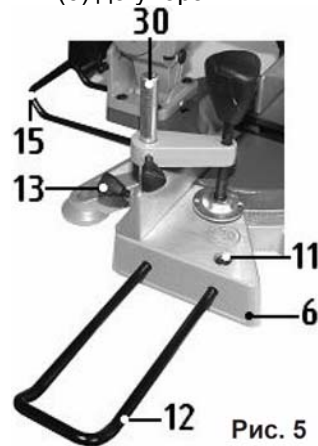

Рис. 5
8.4. Установка удлинителей рабочего стола (Рис.5)
8.4.3. Как показано на Рис.5, установите удлинитель (12) в посадочные гнезда на основании (6) до упора.
8.5. Установка струбцины (Рис.5)
8.5.3. Как показано на (Рис.5), установите стойку струбцины (30) в гнездо на основании (6).